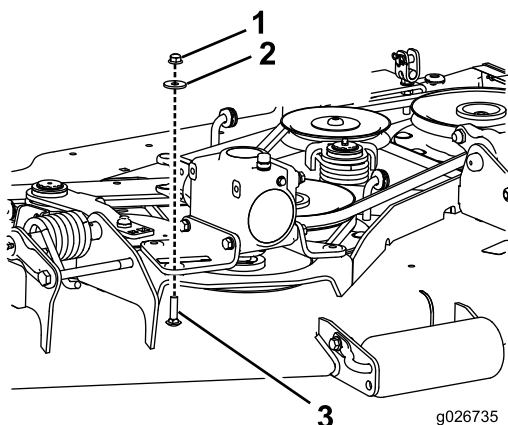

Figure 1
1. Retirez les écrous et les rondelles des boulons de carrosserie qui fixent les supports du boîtier d'engrenages au plateau de coupe (Figure 1).